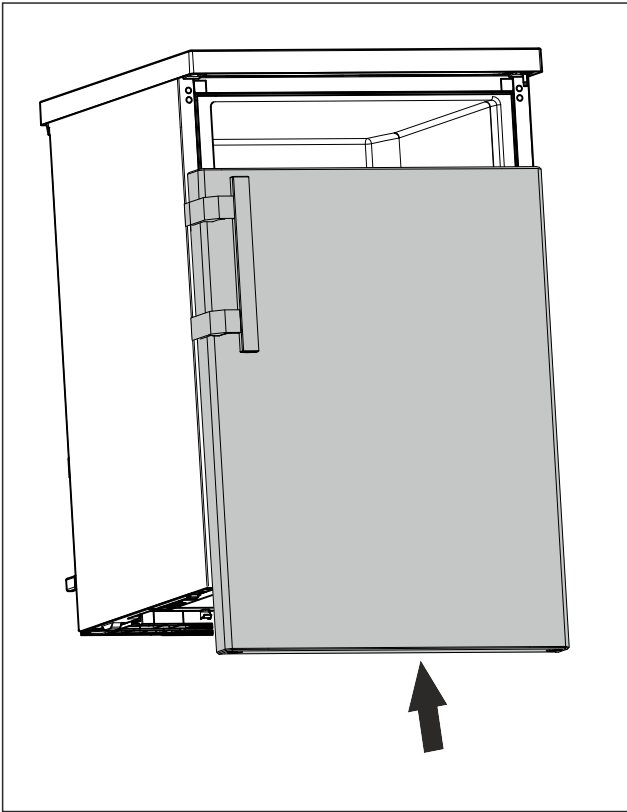

Fig. 24
- Kapiyı, kapalı durumdayken üst pime geçirin. (bkz. Fig. 24)